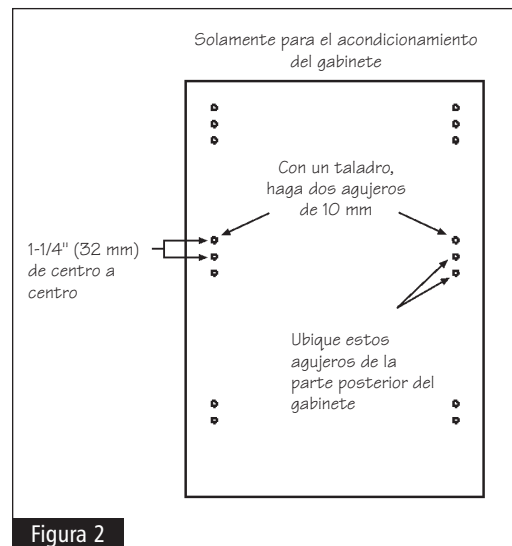

Figura 2
- 2** Si está reemplazando la unidad, vaya al paso 4. Si está acondicionando un gabinete, necesitará taladrar, 2 agujeros de 10 mm en centros de 32 mm encima del grupo de agujeros superiores dentro del gabinete. Vea la figura 2 para obtener la ubicación indicada de estos agujeros. Marque el centro de cada agujero, y luego, haga los agujeros con un taladro, con una broca de 10 mm.